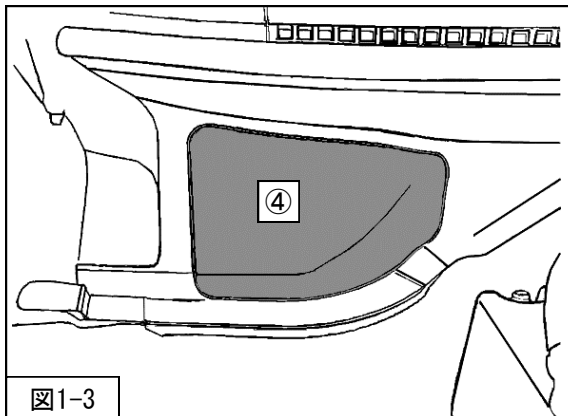

図1-3
4. ④メンテナンススリッドを取外してください。(図1-3)